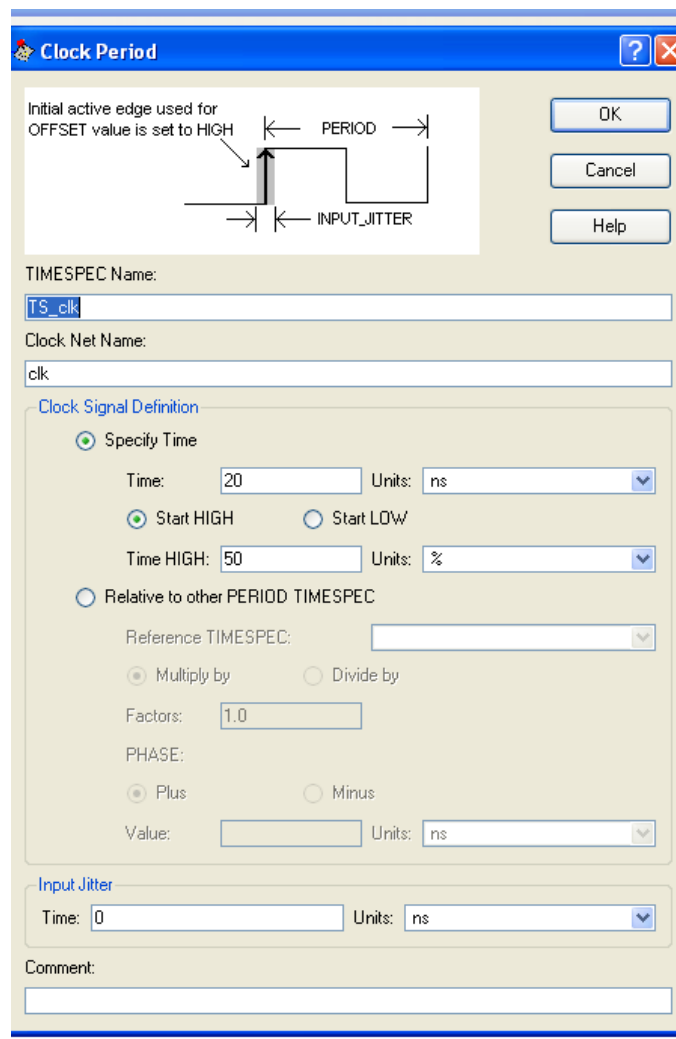

Рис. 6. Диалог установки ограничений
- ❶ В колонке Period, дважды щелкните на поле, соответствующее сигналу *clk*. Откроется диалог Clock Period, с помощью которого можно ввести ограничения на PERIOD (Рис. 6).